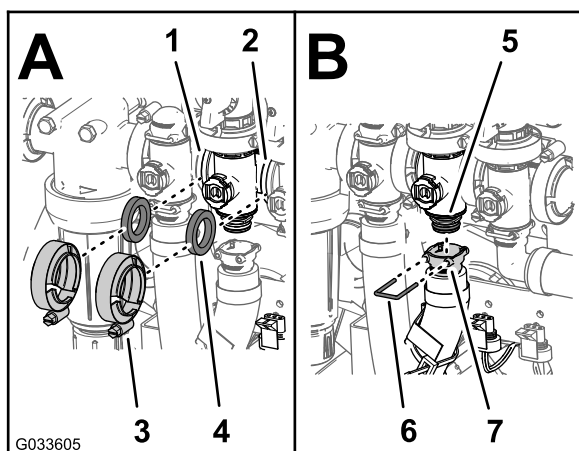

Figura 125
2. Montate la valvola di bypass dell'agitatore, la guarnizione e il collettore della valvola dell'agitatore con un morsetto flangiato e serrate manualmente (Figura 125).